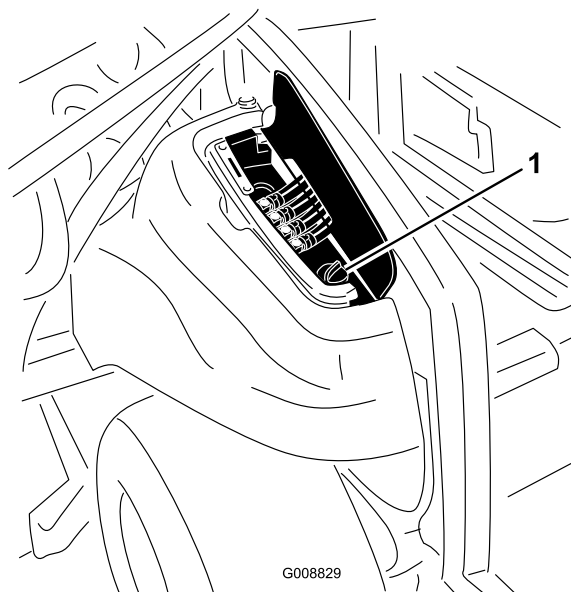

Рисунок 87
2. Для обеспечения доступа к крышке гидравлического бака поднимите крышку доступа с правой стороны машины (Рисунок 87).
3. Очистите зону вокруг заливной горловины и крышки гидравлического бака (Рисунок 87).